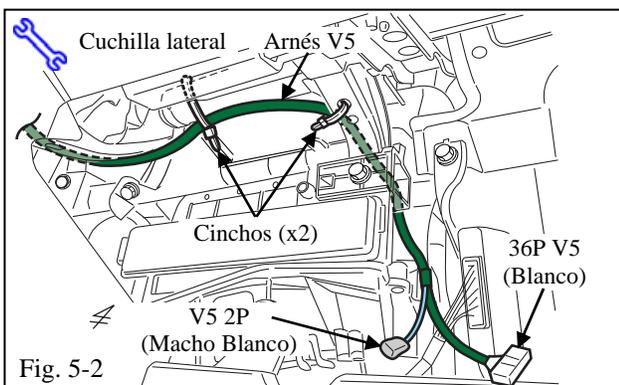

Fig. 5-2
- (c) Recorra el Arnés V5 a lo largo del Refuerzo del área de la Guantería, luego asegúrelo al Soporte del Vehículo con 2 Cinchos. (Fig. 5-2)